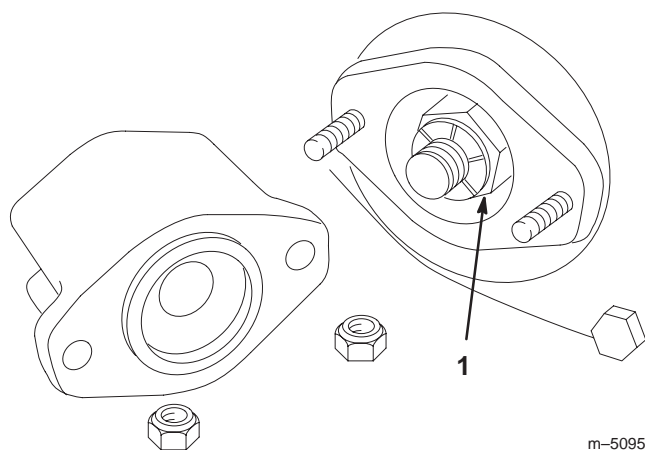

Figure 14
3. Retirez le gros écrou de réglage du roulement à une extrémité de l'arbre du cylindre (Fig. 14) ainsi que l'écrou cannelé spécial à l'autre extrémité.